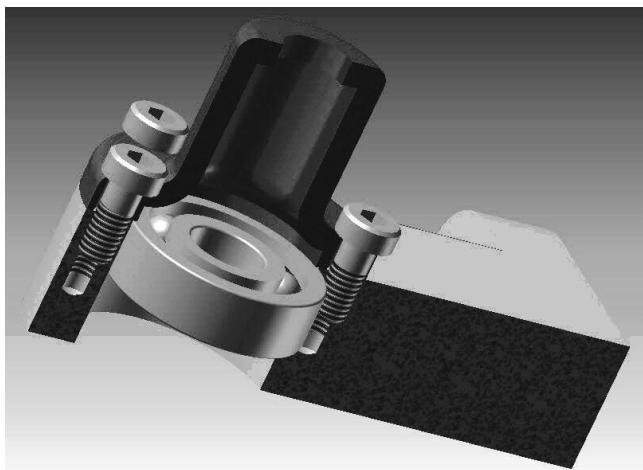

Abb. 1.2: Eine Baugruppe (*.iam-Datei) im Halbschnitt
2. Für die *Baugruppen* heißen die Dateien ***.iam**, das steht für »*Inventor-Assembly*« (Abbildung 1.2).